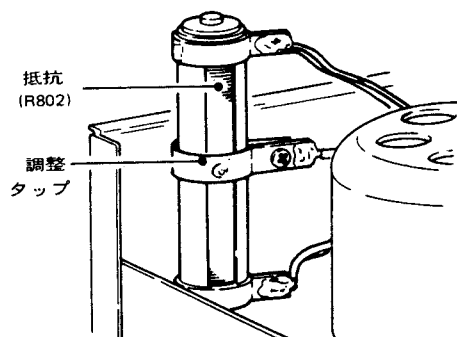

図 1-6
6. 適正値が得られないときは、モータの調整用可変抵抗 R802 のタップ位置を適正トルクが得られるように調整する。(図 1-6 参照)